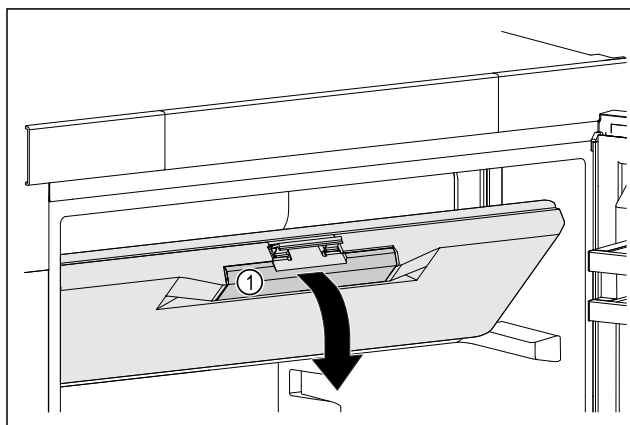

Fig. 48
- Prindeți ușa compartimentului de congelare de mânerul încadrat Fig. 48 (1).